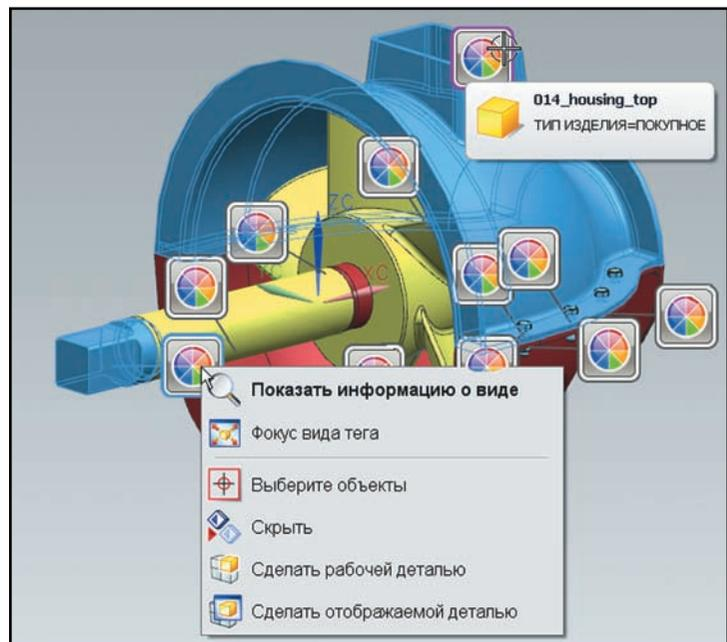

Рисунок 11.6. Контекстное меню тэгов
- Наведите курсор мыши на каком-нибудь из графических тэгов, отображённых на компонентах. Появится всплывающая подсказка, отображающая имя компонента и значение критерия, по которому этот компонент был причислен к данной группе. Нажмите правую кнопку мыши на графическом тэге для отображения контекстного меню. Данное меню содержит несколько команд для управления компонентом, к которому привязан тэг (рис. 11.6).